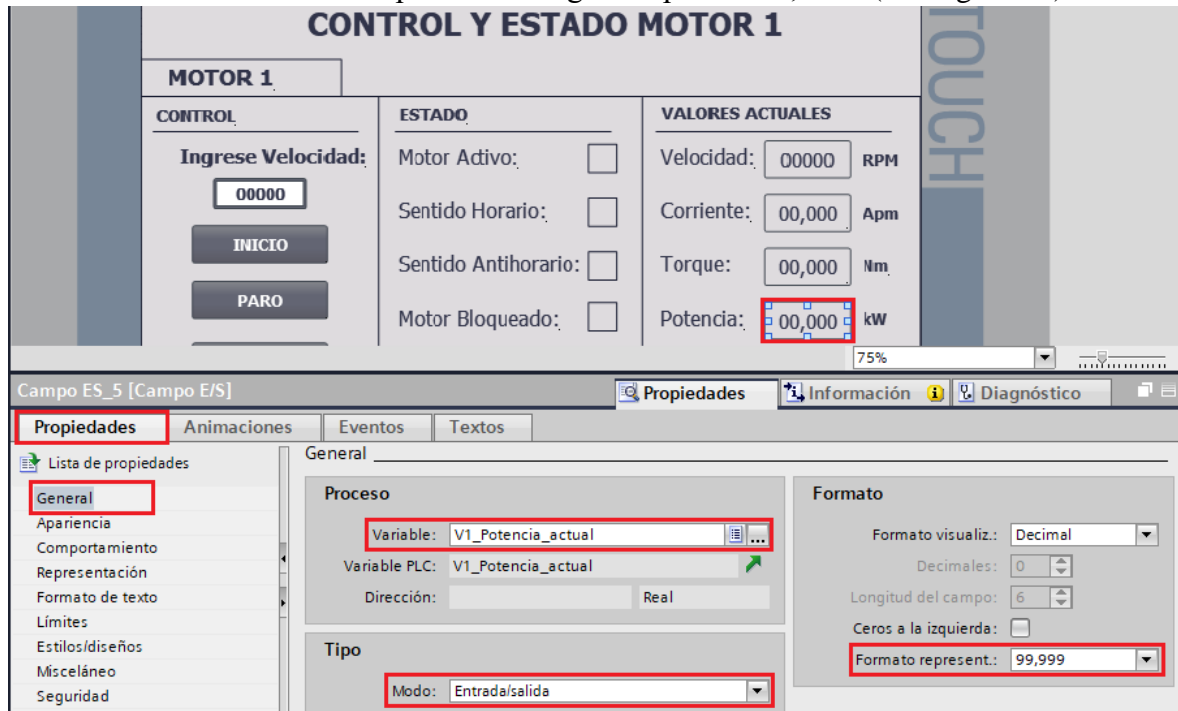

Figura 59. Configuración campo E/S Potencia actual.
- En “Formato” / “Formato represent” escoger la opción “99,999” (ver Figura 59).